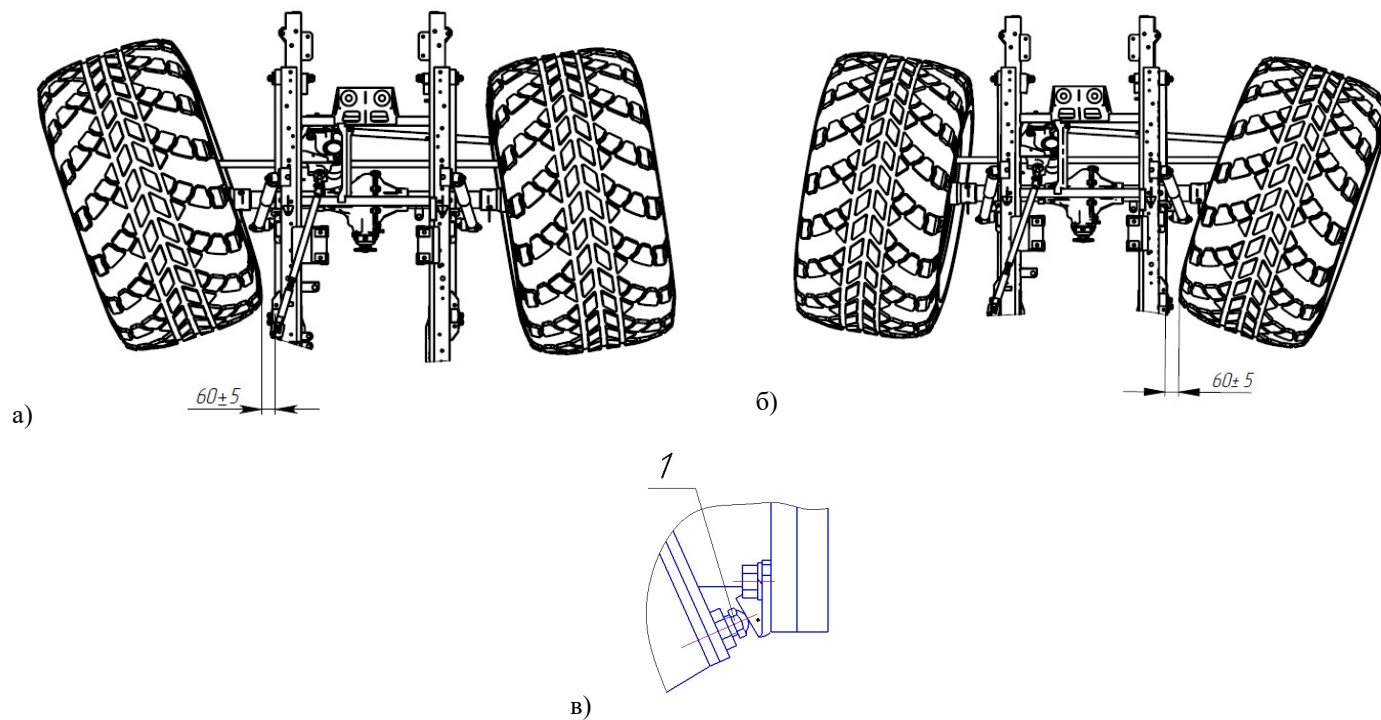

Рис. 6.15. Регулировка углов поворота колес.
Произвести регулировку углов поворота колес переднего моста влево (см. Рис. 6.15 а) и вправо (см. Рис. 6.15 б). Для этого регулировочные болты упоров-ограничителей (Рис. 6.15 в) поворота колес выставить таким образом, чтобы колеса по боковой поверхности шин сзади, при поворотах до упора в регулировочные болты, не доходили до боковых поверхностей рессор на 60 ± 5 мм (Редуктор КР, диск №3, шина 1280 – расстояние от боковой поверхности шин сзади до боковых поверхностей рессор – 115 мм).
12. Установить колеса ВТС на твердую горизонтальную поверхность и запустить двигатель. Упоры отрегулированы правильно если не происходит перекаса моста при повороте рулевого колеса от «упора» до «упора». При этом упорные болты 1 (рисунок 6.15) должны не доходить до балки моста 0,5...1 мм.
б) Поворачиваем руль до упора вправо. Вращаем упор ограничительного винта 1 против часовой стрелки, контролируя при этом расстояние между упорным болтом и упором (рисунок 6.15). Расстояние должно быть не более 0,5...1 мм.
в) Поворачиваем руль до упора влево. Вращаем упор ограничительного винта 2 против часовой стрелки, контролируя при этом расстояние между упорным болтом и упором (рисунок 6.15). Расстояние должно быть не более 0,5...1 мм..